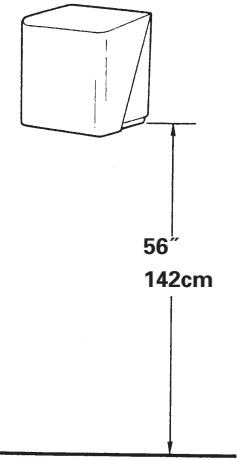

FIGURE 1
1. Place opened dispenser in intended mounting position and mark location of 3 screw holes. Recommended mounting height is 56" from floor to bottom of dispenser (see Figure 1).
1. Placer la boîte distributrice ouverte à l'endroit prévu et marquer l'emplacement des 3 vis de blocage. La hauteur de pose recommandée est de 1,40 m à partir du sol jusqu'au bas de la boîte distributrice (voir la Figure 1).